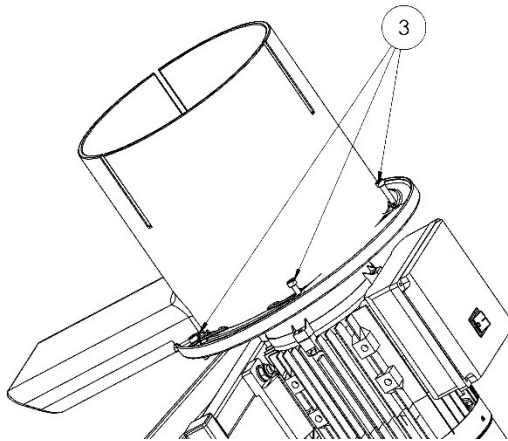

Fig. 3
- 3) Вставьте стопорные болты камеры дробления (5 шт.) и поворачивайте болты с одинаково небольшим усилием до тех пор, пока уплотняющая поверхность камеры дробления не прилегает к монтажной пластине двигателя. Рисунок 3